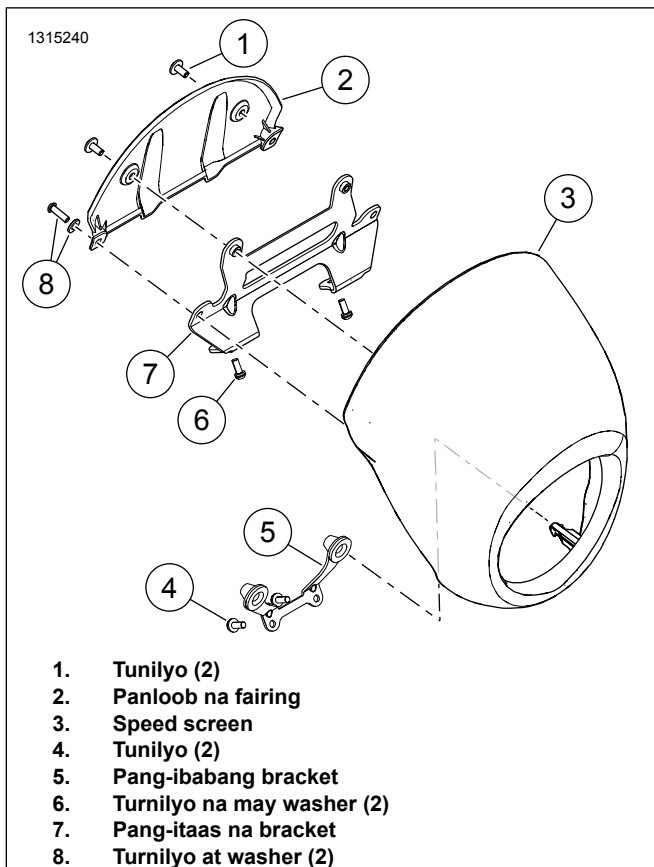

Figure 2. FXLRS na Speed Screen
1. Tingnan ang Figure 2 . Tanggalin ang speed screen
- a. Tanggalin ang mga turnilyo at washer (8).
- b. Hilahin ang speed screen (3) palayo mula sa pang-itaas na bracket (7).
- c. Hilahin ang speed screen palayo mula sa pang-ibabang bracket (5) para matanggal ang mga post mula sa mga grommet.
- a. Alisin ang mga turnilyo (1).
- b. Tanggalin ang panloob na fairing (2).
- a. Alisin ang mga turnilyo (6).
- b. Tanggalin ang pang-itaas na bracket (7).